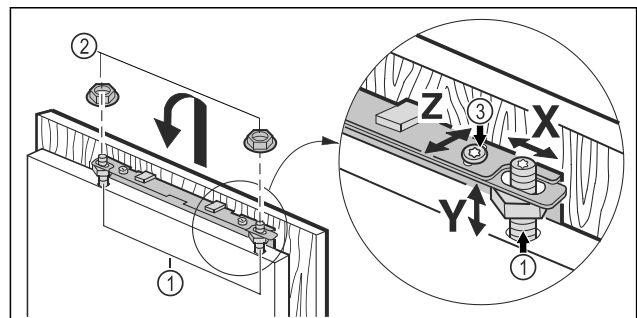

Fig. 44
- ▶ Accrocher la porte du meuble aux boulons de réglage Fig. 44 (1) et visser les contre-écrous Fig. 44 (2) sans serrer sur les boulons de réglage.
- ▶ Régler la porte du meuble à la hauteur Y et ajuster l'inclinaison latérale : Régler les boulons de réglage Fig. 44 (1) avec un tournevis.
- ▶ Serrer les contre-écrous Fig. 44 (3).